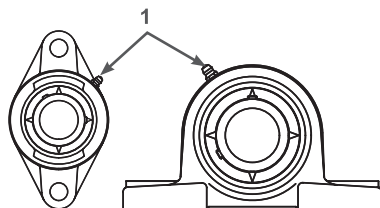

РИС. 3
3. Подключите шприц: Плотно наденьте наконечник трубки шприца на пресс-маслёнку (1) соответствующего подшипникового узла (см. Рис. 3).